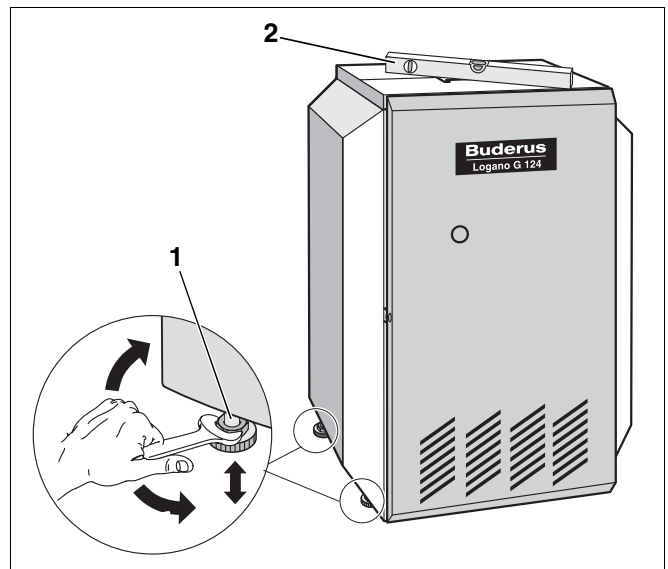

Abb. 9 Heizkessel mit Fußschrauben ausrichten
- Drehen Sie je nach Bedarf die Fußschrauben (Abb. 9, **Pos. 1**) herein oder heraus, um den Heizkessel in der Waagerechten und Senkrechten mit Hilfe einer Wasserwaage (Abb. 9, **Pos. 2**) auszurichten.